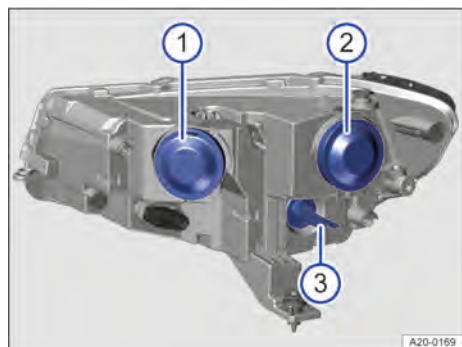

Abb. 172 Im Motorraum: Abdeckungen an der Rückseite des rechten Frontscheinwerfers.
1. Gummiabdeckung an der Scheinwerferrückseite abziehen → Abb. 172 ①.
5. Gummiabdeckung an der Scheinwerferrückseite anbringen → Abb. 172 ①.
1. Gummiabdeckung an der Scheinwerferrückseite abziehen → Abb. 172 ②.
5. Gummiabdeckung an der Scheinwerferrückseite anbringen → Abb. 172 ②.